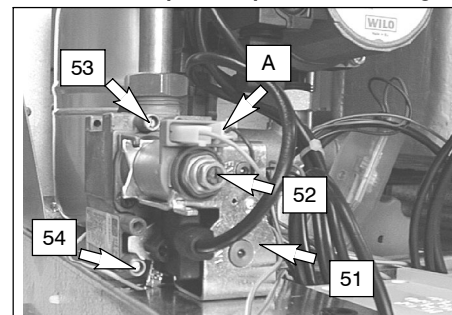

fig. 7.2
14 Chiudere la presa di pressione 53 in fig. 7.2
- 4 Aprire la presa di pressione 53 in fig. 7.2 e collegare un manometro.
Dopo ogni misurazione delle pressioni gas, **richiudere bene** le prese di pressione utilizzate (54 e 53 in fig. 7.2). Dopo ogni operazione di regolazione gas **gli organi di regolazione della valvola devono essere sigillati**.
- 2 A caldaia spenta (fuori servizio), controllare la pressione di alimentazione utilizzando la presa 54 in fig. 7.2 e confrontare il valore letto con quelli riportati nella tabella **Pressioni di alimentazione gas** a pag. 15, 17
- 9 Confrontare il valore di pressione misurato con quello indicato in tab. 7.1 e tab. 7.2. Per tarare la pressione al bruciatore agire sul dado in ottone dell'operatore modulante 52 in fig. 7.2
- 10 Sconnettere il filo di alimentazione "A" dell'operatore modulante 52. Fare attenzione che non vada a toccare le parti metalliche della caldaia fig. 7.2
- 11 Confrontare il valore di pressione misurato con quello indicato in tab. 7.3 e tab. 7.4. Per tarare la pressione al bruciatore agire sulla vite in plastica tenendo fermo il dado in ottone dell'operatore modulante 52 in fig. 7.2
- 12 Collegare il filo di alimentazione "A" dell'operatore modulante fig. 7.2